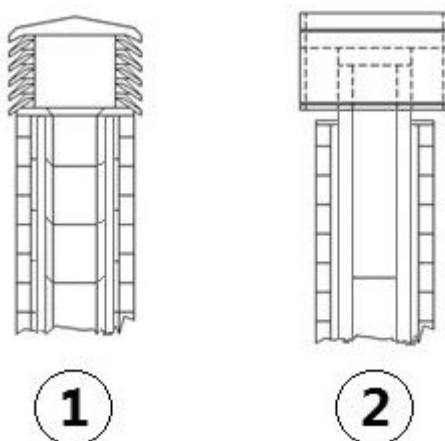

Fig. 5 - Windbestendige schoorsteenpotten
- Er wordt geadviseerd een windbestendige schoorsteenpot te gebruiken, zie **Fig. 5**.
- Extern rookkanaal dat tot stand gebracht is met uitsluitend geïsoleerde inox-buizen, dus met dubbele wand minimaal Ø100/120 mm: Het geheel is goed aan de muur verankerd. Met windbestendige schoorsteenpot (zie Fig. 5).